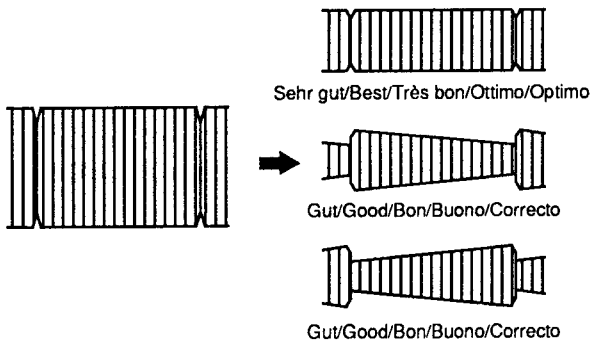

Fig. 39
- Trackingeinstellung nach "+" und "-" variieren. Dabei sollen die Hüllkurvenränder parallel zusammenlaufen (Fig. 39).
- Vary the Tracking in the "+" and "-" directions. When doing so the FM envelope should show parallel converging lines (Fig. 39).